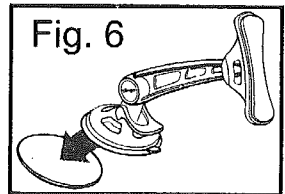

Fig. 6
2. Retirez le papier protecteur du disque adhésif et fixez fermement le disque adhésif sur le tableau de bord ou la console (Fig.6).
3. Placez la ventouse du socle (A) au milieu du disque ((Fig.6). Tenez fermement le socle sur disque. Appuyez fermement la ventouse (A) contre le tableau de bord ou la console et poussez le levier vers la ventouse (A) pour verrouiller.